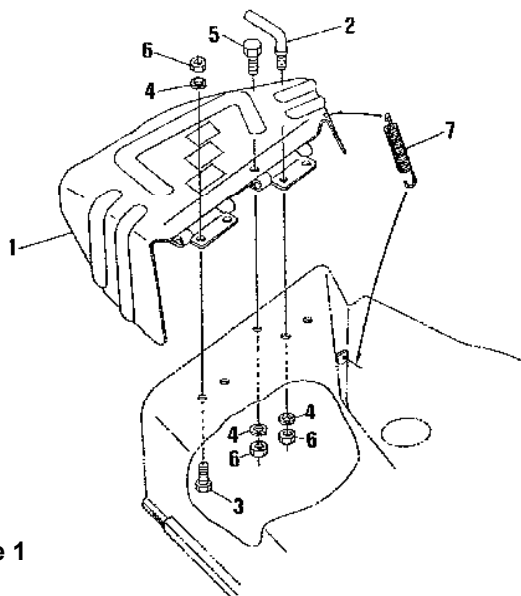

Figure 1
Discharge Deflector Assembly (Figure 1)
1. Install the discharge deflector ① with M10 x L25 bolt ③, spring washer ④ and nut ⑥ to the mower deck with the tightening torque of 50 N·m (510 kgf·cm).
2. Install the spring ⑦.
3. Tighten the stopper bolt ② with the grip facing to the discharge deflector as shown in Figure 1 with the tightening torque 50 N·m (510 kgf·cm).
4. Install the M10 x L30 bolt ⑤, spring washer ④ and nut ⑥ and tighten to the tightening torque 50 N·m (510 kgf·cm).
Montage du déflecteur de décharge (Figure 1)
1. Monter le couvercle de décharge ① avec un boulon M10 x L25 ③, une rondelle élastique ④ et un écrou ⑥ sur le plateau de la tondeuse en serrant au couple de 50 N·m (510 kgf·cm).
2. Monter le ressort ⑦.
3. Serrer le boulon de butée ② au couple de 50 N·m (510 kgf·cm) après avoir placé la partie mâchoire côté couvercle de décharge comme illustré en Figure 1.
4. Monter le boulon M10 x L30 ⑤, la rondelle élastique ④ et l'écrou ⑥ en serrant au couple de 50 N·m (510 kgf·cm).